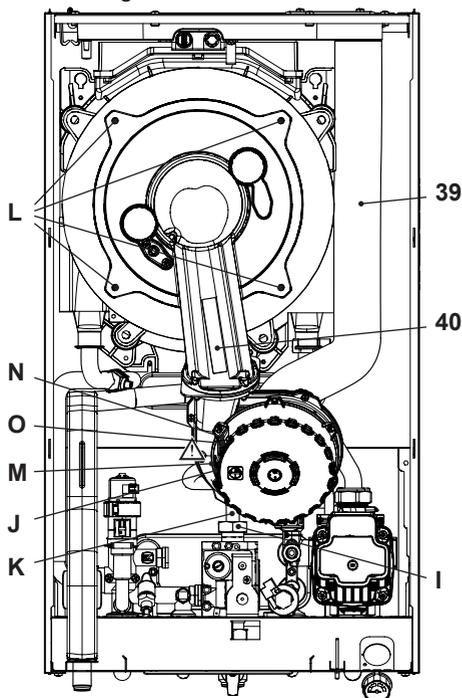

Figura 9.6
Extracción del grupo quemador-ventilador 40 en la Figura 9.6.
- Desconecte el tubo de aspiración de aire 39 (Figura 9.6).
- Introduzca un destornillador plano en el entrante J del conector M y haga palanca hacia abajo. Al mismo tiempo desconecte el conector M tirando de él de frente (Figura 9.6).
- Desconecte el conector del ventilador N presionando el gancho de plástico O situado debajo del conector (Figura 9.6).
- Desenrosque las tuercas L y extraiga el grupo quemador-ventilador 40 (Figura 9.6).